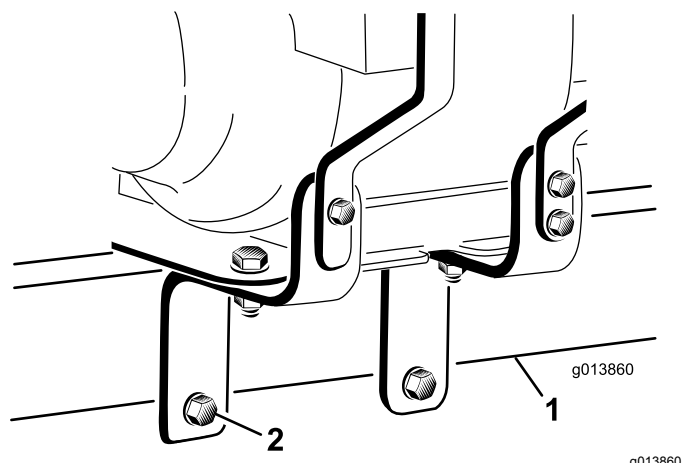

Figure 7
21. Insérez les 2 boulons ($\frac{1}{2}$ " x 3") dans les trous des supports du moteur en veillant à placer une rondelle plate contre chaque face extérieure du support et à faire passer les boulons bien en dessous du bas du tube d'attelage du ProPass. Serrez les 2 écrous ($\frac{1}{2}$ ") à la main (Figure 7).